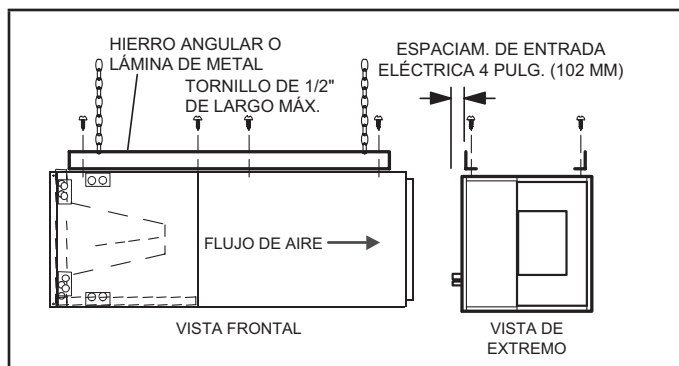

FIGURA 3. Cómo colgar la unidad horizontal
- 5 - Si la unidad está colgando, el gabinete debe estar apoyado a todo lo largo. Si usa una cadena o correa, use una pieza de hierro angular o lámina de metal adjunta a la unidad (ya sea arriba o abajo) para apoyar el largo del gabinete. Use tornillos de sujeción de no más de 1/2 pulgada para evitar dañar el serpentín o el filtro. Ver la Figura 3. Use tornillos para lámina de metal para conectar los plenos de aire de retorno y suministro según sea requerido.
- 13 - Si va a colgar la unidad, debe estar apoyada a todo lo largo del gabinete. Si usa una cadena o correa, use una pieza de hierro angular o lámina de metal adjunta a la unidad (ya sea arriba o abajo) para que el largo completo del gabinete esté apoyado. Use tornillos de sujeción de no más de 1/2" para evitar dañar el serpentín o el filtro, como se ilustra en la Figura 3. Conecte los plenos de aire de retorno y suministro con tornillos para láminas de metal.